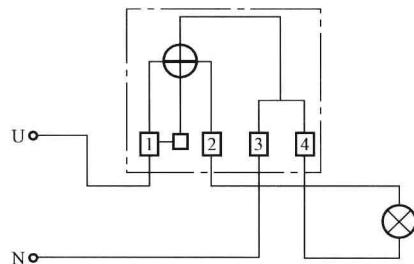

图 1-23 DS 系列电能表的接线图
(5) 三相三线电能表（DS 系列电能表）的接线如图 1-23 所示，1、4、6 为三相电源进线，3、5、8 为三相电源出线，2、7 为表内电压线圈端钮。
(6) 在高压或者负载电流很大的情况下，要通过电压或者电流互感器后与功率表相接。
(7) 接好后，就可以通电，进行读数了。